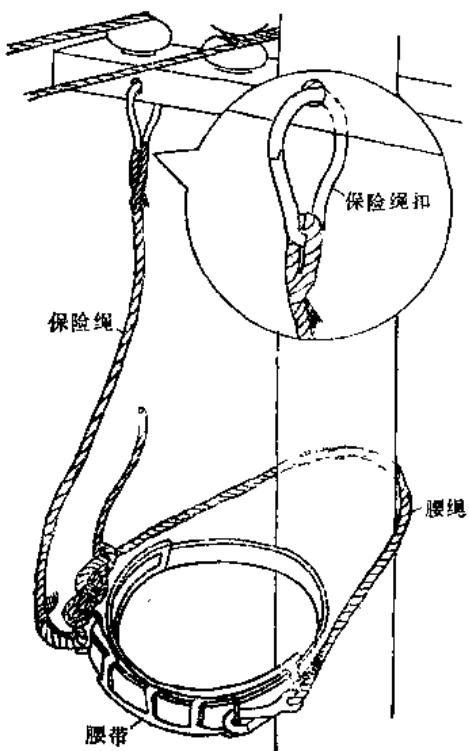

图 1-17 腰带、腰绳和保险绳的使用
3. 腰带、保险绳和腰绳 它们是电杆登高操作的必需用品。腰带是用来系挂保险绳、腰绳和吊物绳的，使用时应系在臀部上部，而不是系结在腰间。如系结在腰间，操作时既不灵活又容易扭伤腰部。保险绳用来保护操作人员万一失足下落时不致坠地摔伤，一端要可靠地系结在腰带上，另一端用保险勾挂在牢固的横担抱箍上。腰绳是用来固定人体下部，以扩大上身活动幅度的。使用时，应系结在电杆的横担或抱箍下方。见图1-17。